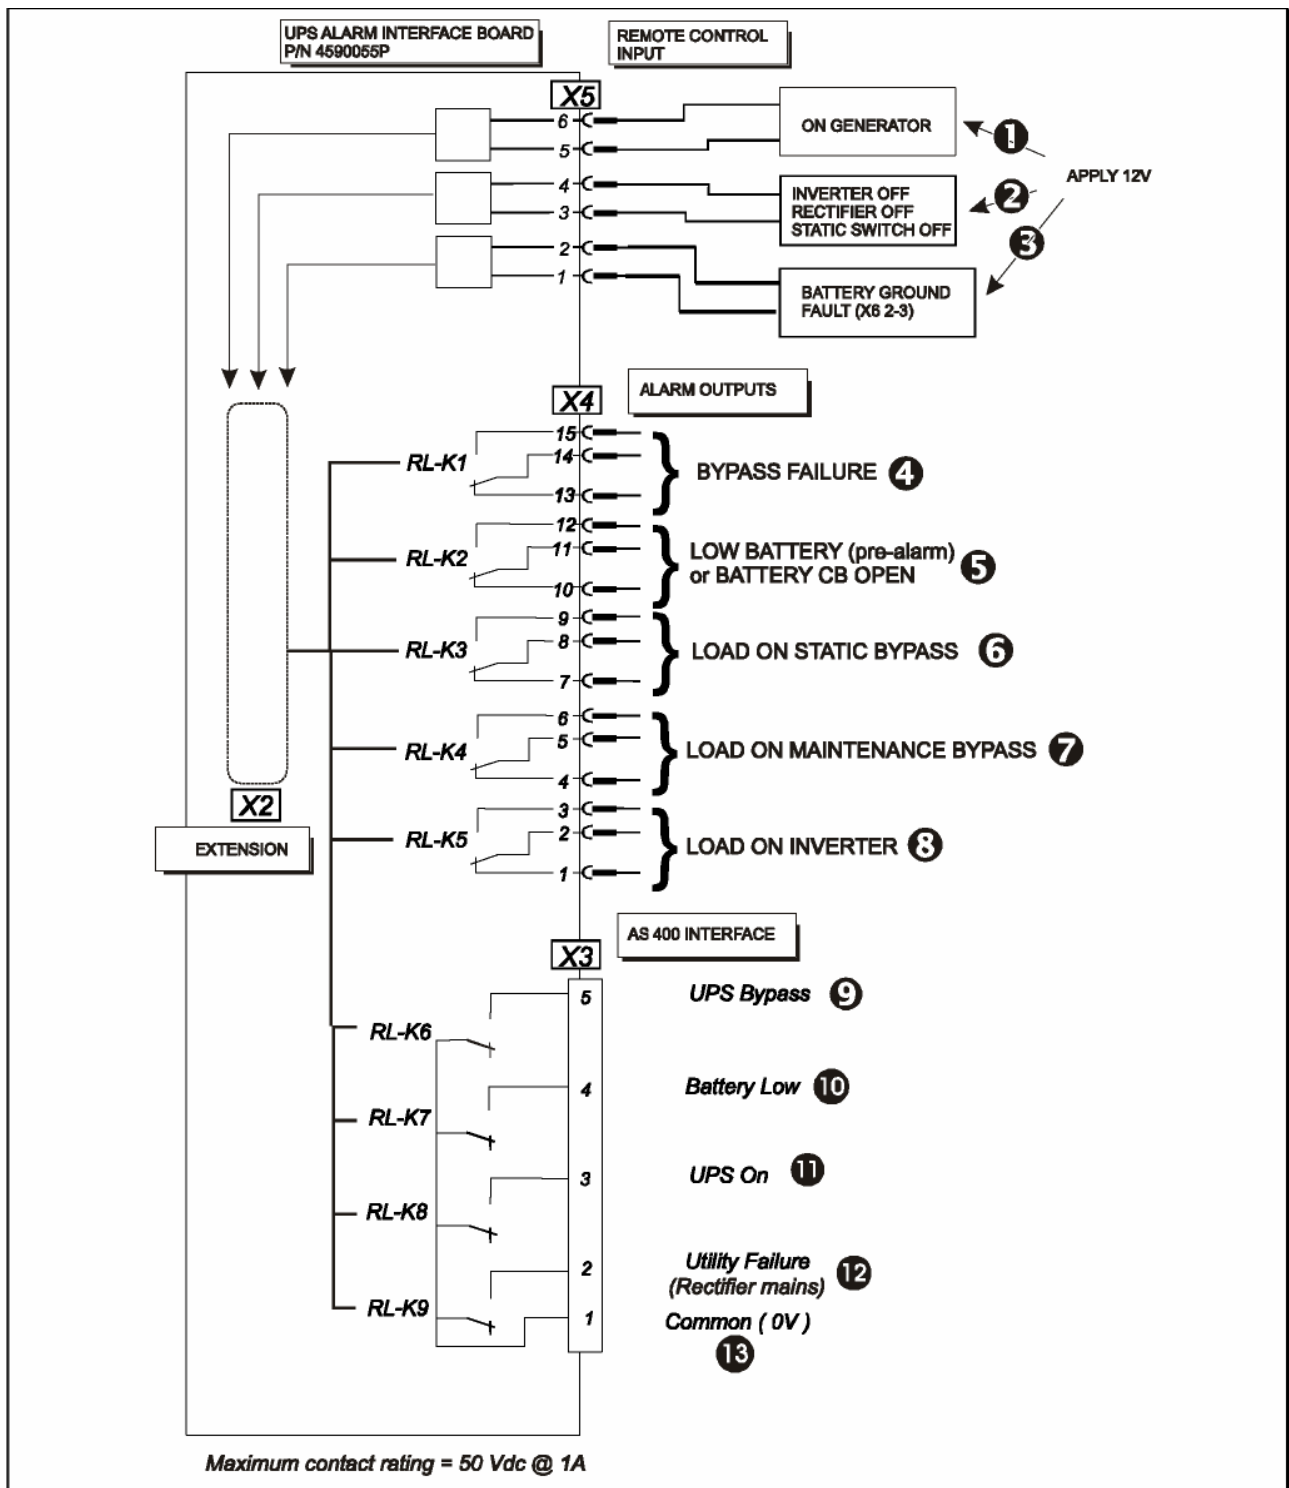

Figure 12-2 – Carte d'interface des alarmes et connexion à un AS400 (4590055P)
La carte d'interface des alarmes est prévue pour accepter trois commandes à distance à l'entrée du bornier (X5) comme il est indiqué sur la figure 12-2. Les commandes à distance sont les suivantes :
- 1) Les signaux de commande externes (12V c.c. ou c.a.) doivent être connectés au bornier X5 comme il est indiqué sur la figure 12-2.
En plus des sorties d'alarmes AS400, la carte d'interface contient aussi un certain nombre de relais, dont les contacts fournissent un jeu de sorties d'alarmes sans tension qui sont reliées au bornier X4 – comme il est indiqué sur la figure 12-2. Ces sorties peuvent être utilisées pour commander un dispositif externe de contrôle des alarmes (RAM). La tension maximum des contacts est de 50 VCC à 1 Amp.